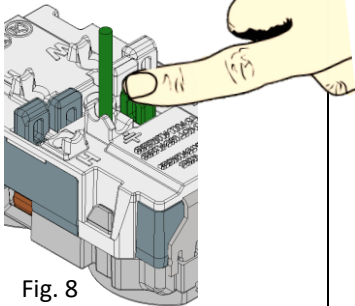

Fig. 8
- Push plunger to the down position to terminate conductor. See Fig. 8.
- 4. Déplacer le poussoir en position basse pour terminer la connexion. Consulter la Fig. 8.